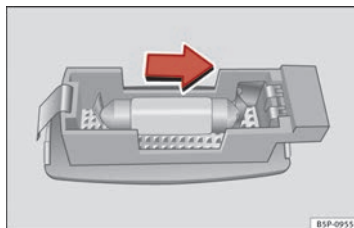

Abb. 207 Ausbau der Sonnenblendenleuchte.
- Hebeln Sie das Lampenglas mit einem Schraubendreher vorsichtig an der Vertiefung heraus, wie dies im Bild gezeigt wird ⇒ Abb. 207.
- Nehmen Sie die Glühlampe in Pfeilrichtung heraus ⇒ Abb. 207. ■